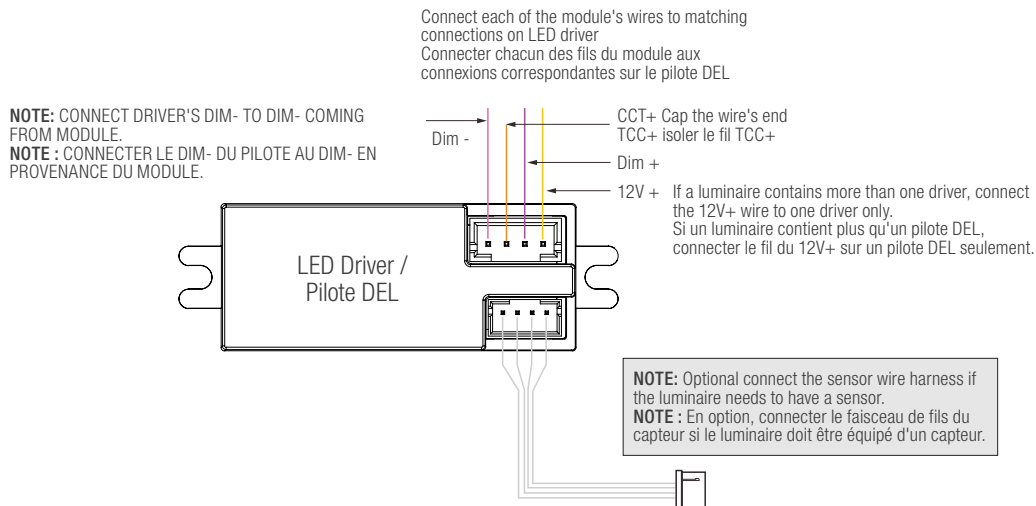

Fig 14
2. Install the provided wire harness onto the bluetooth adapter and make the wiring to the driver following the wiring diagram as shown in Fig. 14.
3. Insert the other end of the sensor harness onto the bluetooth adapter as shown in Fig. 14.
2. Connectez le faisceau de câbles fourni à l'adaptateur Bluetooth et effectuez le câblage vers le pilote en suivant le schéma de câblage présenté sur la figure 14.
3. Branchez l'autre extrémité du faisceau de câbles du capteur sur l'adaptateur Bluetooth, comme indiqué sur la figure 14.